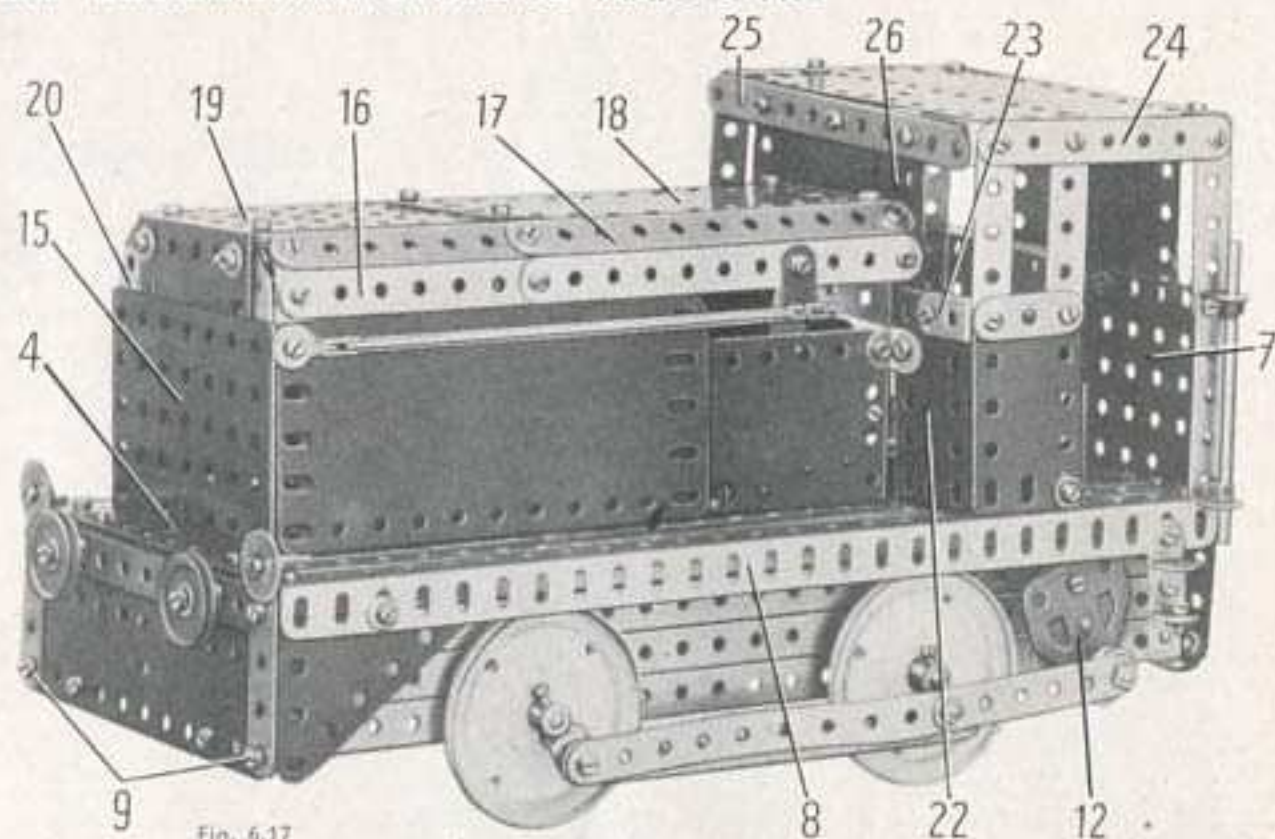

Fig. 6.17
L'avant de la cabine se construit en fixant une plaque flexible de 6x4 cm. (22) (figure 6.17) de chaque côté du capot. L'une de ces plaques est fixée sur le moteur mécanique par une équerre, et l'autre est reliée au côté opposé du capot par une équerre de 25x25 mm.
Le côté de la cabine qui apparaît sur la figure 6.17 est constitué par une plaque flexible de 6x4 cm. fixée sur la plaque (22) par une équerre de 25x25 mm. (23), et sur la cornière (8) par une bande coudée de 38x12 mm. placée verticalement. Le côté opposé est également une plaque flexible de 6x4 cm. fixée sur une bande coudée de 38x12 mm. boulonnée sur l'une des plaques (22) et elle est reliée à l'une des cornières (8) par une équerre.